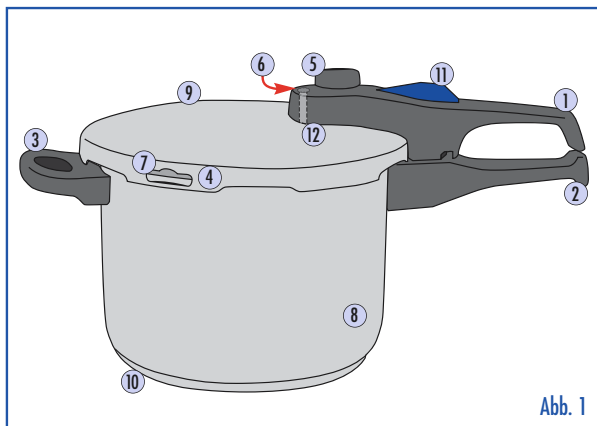
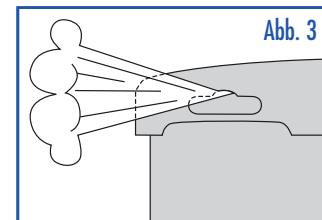

Abb. 1
Abb. 3
Bei einem übermäßigen Druckanstieg wird der Gummiring durch eine Aussparung im Deckelrand (Abb. 1, ⑦) herausgedrückt und der Druck kann entweichen (siehe Abb. 3).